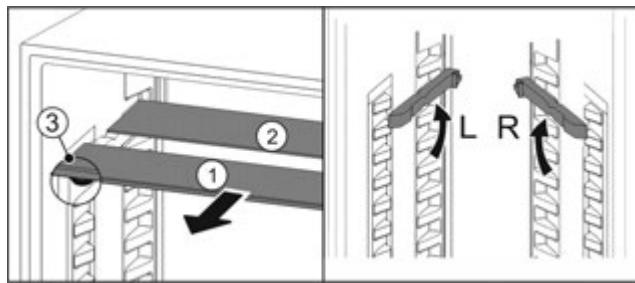

Fig. 57
- Посьуньте Fig. 57 (1) скляну панель вперед.
- Скляна панель Fig. 57 (1) з декоративною планкою лежить спереду.
- Стопори Fig. 57 (3) показують вниз.